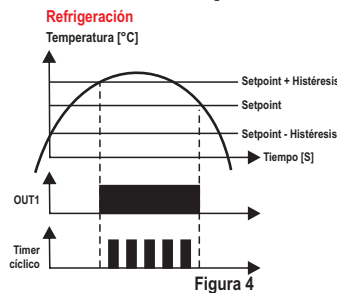

Figura 4
- Salida del timer cíclico alternando siempre que la salida de la 1ra. etapa esté conectada (F22=5): la 3ra. etapa solo alternará cuando la salida de la 1ra. etapa estuviera conectada, obedeciendo los tiempos configurados en F20 ( $\overline{[E\ 0\ F\ F]}$ ) y F21 ( $\overline{[E\ 0\ F\ F]}$ ), como muestra la Figura 4.